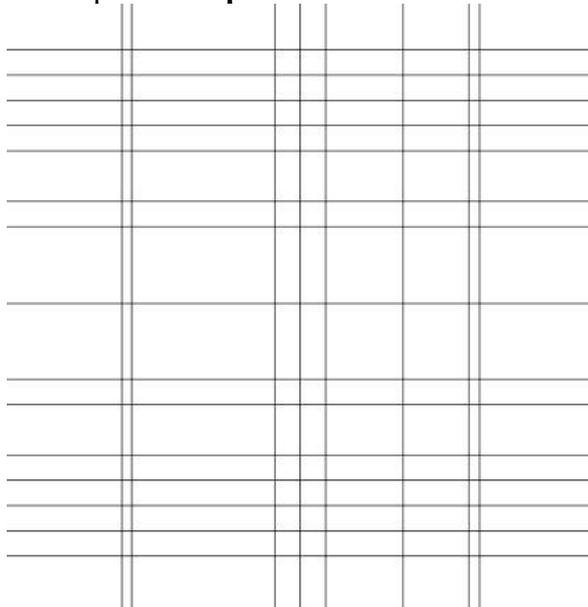

Рис.12 Вспомогательные прямые
4. Далее для упрощения создания чертежа воспользуемся вспомогательными прямыми линиями. На той же *Инструментальной панели* зажмем кнопку примитива **Прямая линия** , в результате должен появиться список возможных приемов начертания прямой линии. Не отпуская зажатую кнопку мыши переместимся по списку вправо до значка **Параллельная прямая**  и отпустим кнопку. На *Панели свойств* должны быть выбраны две команды **Не ставить точки пересечений при вводе прямой**  и **Две прямые** . Затем нажмем на уже созданной осевой линии. На *Панели свойств* нажмем на окошке ввода значений и введем число 50 (расстояние от прямой линии до осевой) нажмем клавишу **Enter**. Далее, отведя курсор на рабочую область, снова нажмем **Enter** два раза. Аналогичным образом (каждый раз выделяя осевую линию) построим прямые при следующих значениях расстояния: 50; 45; 40; 35; 30; 20; 15. Далее выберем из списка вспомогательных прямых **Вертикальная прямая**  и создадим ее одним щелчком по левой кнопке мыши, примерно посередине осевой линии. Аналогично с помощью примитива **Параллельная прямая**  начертим линии относительно созданной вертикальной прямой со следующими значениями: 5; 20; 33; 35. Результат таких операций изображен на **рис. 12**